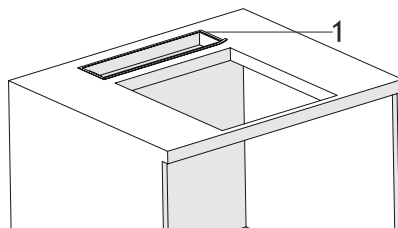

Fig. 10
- Placér tætningslisten rundt om udskaringshullet i bordet (Fig. 10).